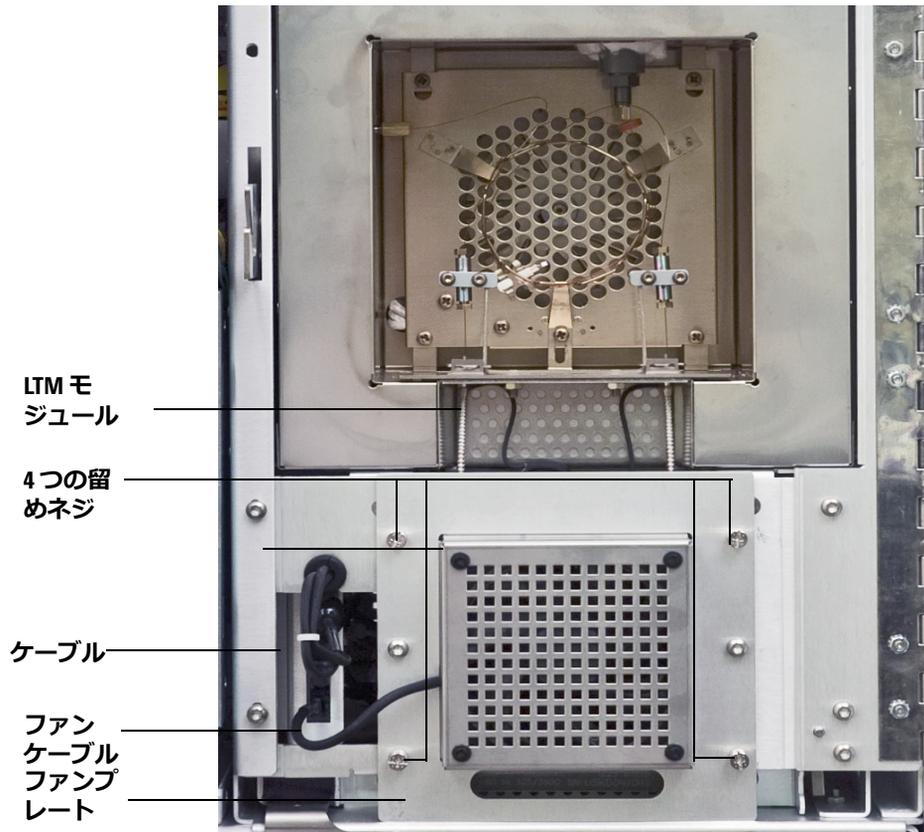

図 12 5975T に取り付けした LTM モジュール
- 7 ファンプレートの 4 つの留めネジを緩めます。図 12 を参照してください。